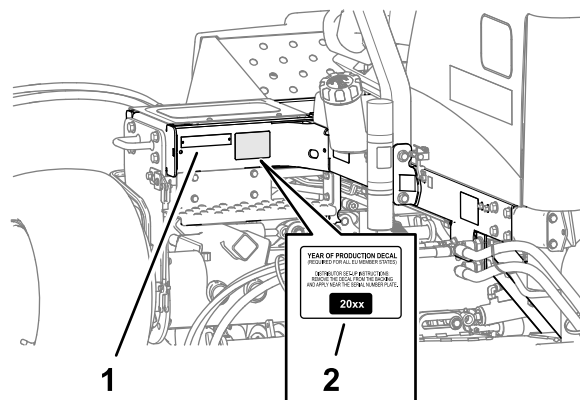

Figura 37
1. Curăți cu alcool cadrul din stânga, lângă plăcuța cu modelul/numărul de serie și lăsați cadrul să se usuce (Figura 37).
2. Îndepărtați suportul și aplicați autocolantul cu anul de fabricaie pe cadru, lângă plăcuța cu numărul de serie, așa cum se arată în Figura 37.